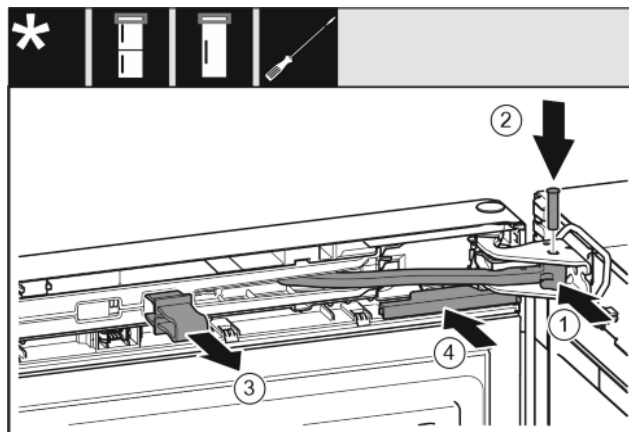

Fig. 39
- ▶ Kĺb otočte v ložiskovej konzole. Fig. 39 (1)
- ▶ Do ložiskovej konzoly a kĺbu vložte čap. Pritom dbajte na to, aby sa zaistovací doraz nachádzal správne v drážke. Fig. 39 (2)
- ▶ Vyberte poistku. Fig. 39 (3)
- ▶ Nasuňte kryt. Fig. 39 (4)